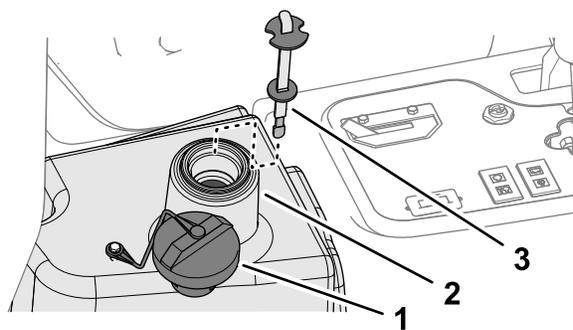

Рисунок 87
- Залейте в гидравлический бак (Рисунок 87) приблизительно 22,7 литра гидравлической жидкости; см. раздел Характеристики гидравлической жидкости (страница 67).